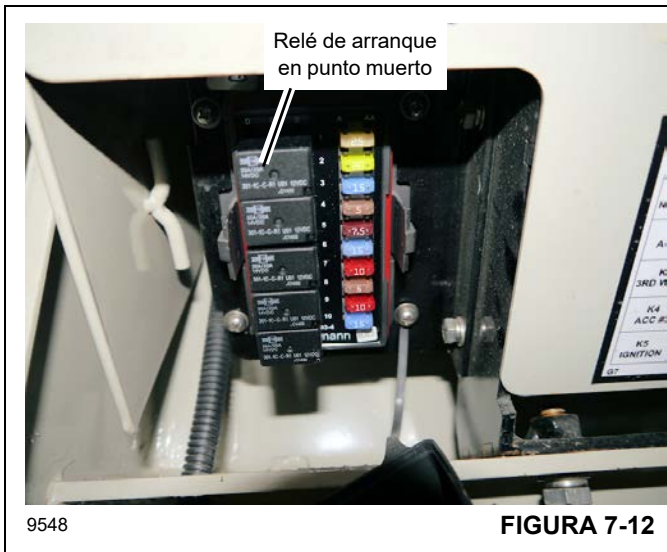

FIGURA 7-12
2. Inhabilite la protección de arranque en punto muerto de la grúa para evitar que el motor arranque. Esto puede llevarse a cabo retirando el relé de arranque en punto muerto que se encuentra debajo del tablero (Figura 7-12).
2. Inhabilite la protección de arranque en punto muerto de la máquina para evitar que el motor arranque. Esto puede llevarse a cabo retirando el relé de arranque en punto muerto que se encuentra debajo del tablero (Figura 7-12).